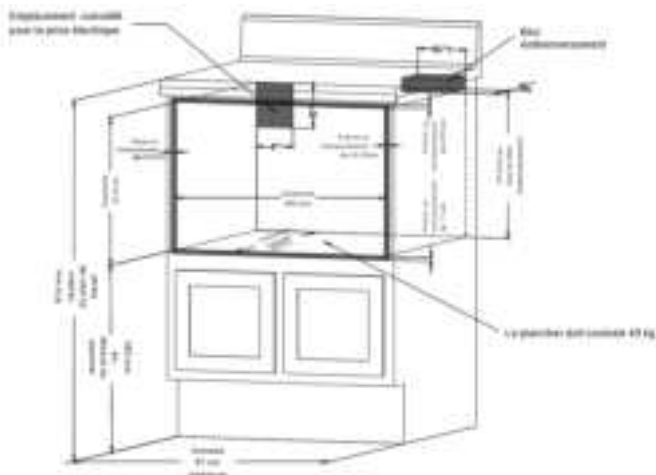
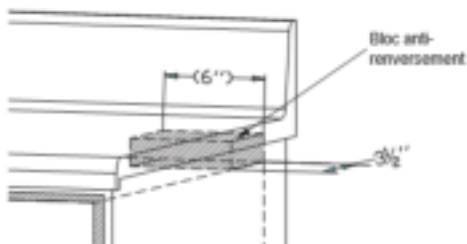

Figure 1
Figure 3
- Utilisez les dimensions illustrées à la figure 1. Les dimensions indiquées fournissent l'espacement minimal. Repérez la prise électrique dans la zone hachurée et dans le coin supérieur gauche de la découpe. Voir la Figure 3.
Les figures 1 et 2 fournissent de nombreuses mesures du micro-ondes à tiroir **données à titre de référence** pour choisir l'emplacement d'installation du tiroir. Ce micro-ondes à tiroir peut être installé sous un four électrique ou à gaz.
Voir les figures 1 et 3. Le bloc anti-renversement empêche les blessures graves qui pourraient résulter de la projection de liquides chauds.